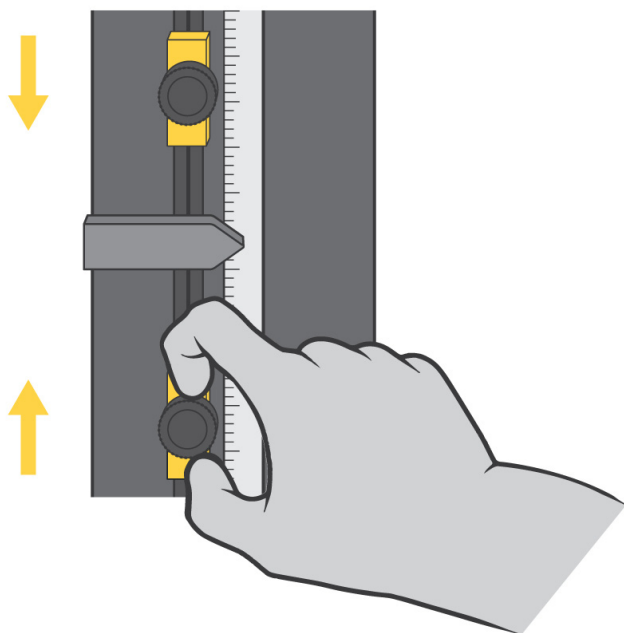

Figura 11. Impostazione degli arresti di fine corsa
Gli arresti di fine corsa della traversa sono due blocchi regolabili montati su un'asta degli interruttori di fine corsa che si trova all'interno della colonna della macchina, come mostrato nella Figura 11 a pagina 96. Gli arresti di fine corsa (1 e 2) hanno viti a testa zigrinata che è possibile serrare e rilasciare a mano e che possono essere spostate in qualsiasi posizione sull'asta del fine corsa. Posizionare questi arresti appena oltre i parametri della prova per impedire che la traversa si sposti eccessivamente. Quando la traversa raggiunge la corsa massima preimpostata, l'attuatore del fine corsa (3) viene a contatto con uno di questi arresti. Il contatto tra l'attuatore del limite e il fine corsa sposta l'asta del fine corsa (4) e attiva gli interruttori di limite. In questo modo viene interrotto lo spostamento della traversa.